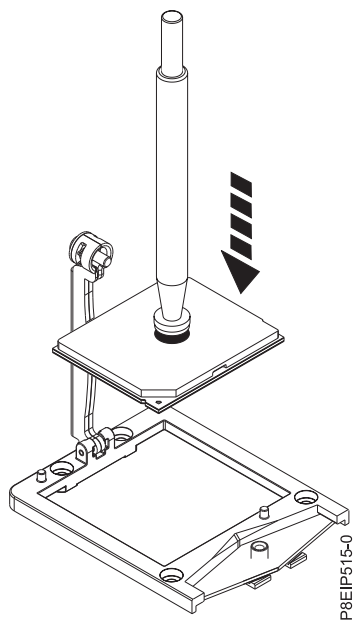

図 54. プロセッサをソケットに下ろす
- a. ペンとシステム・プロセッサ・モジュールをソケットの上に下ろします (53 ページの図 54 を参照)。プロセッサの斜めになっている角を、ソケットの斜めになっている角に位置合わせします。プロセッサを傾けないように注意して、ツールを水平に下ろします。